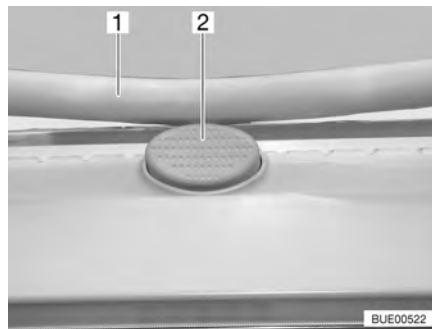

Fig. 73 Botón de seguridad en la claraboya Heki
- Pulsar el botón de seguridad (Fig. 73,2) y tirar la horquilla (Fig. 73,1) hacia abajo con ambas manos.
- Presionar el estribo hacia arriba con ambas manos hasta que la horquilla se encuentre encima del botón de seguridad (Fig. 73,2).